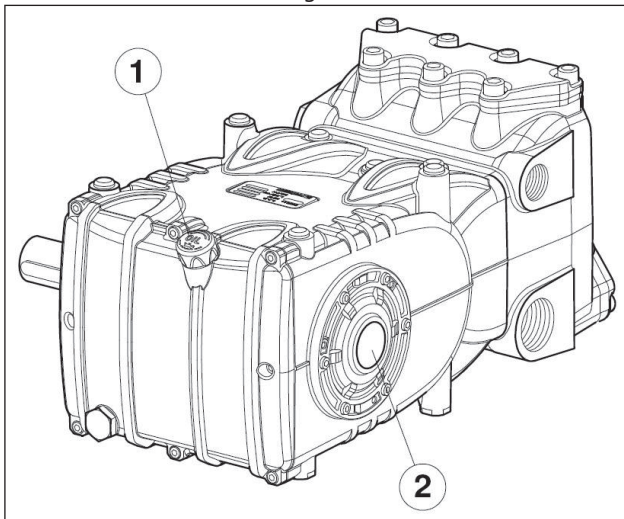

Abb. 14
5. Der Ölstand im Pumpengehäuse korrekt ist, u. zw. über den entsprechenden Messstab (Abb. 14, Pos. ①) und ausnahmsweise am Schauglas (Abb. 14, Pos. ②).